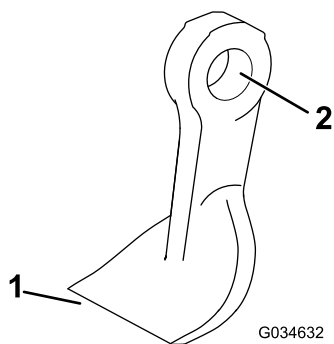

Figura 78
3. Controllate ogni lama per escludere danni, con particolare attenzione a dispositivi di fissaggio, taglienti e fori di montaggio (Figura 78). Sostituite tutte le lame e i dispositivi di fissaggio danneggiati.